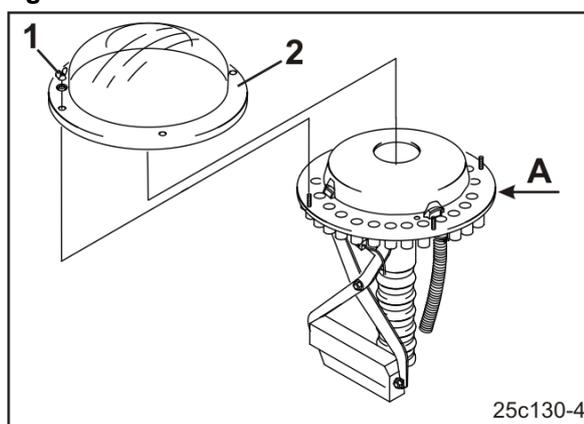

Fig. 216
1. Flügelmuttern (Fig. 216/1) lösen und die durchsichtige Kunststoffkappe (Fig. 216/2) vom Verteilerkopf abziehen.
3. Verunreinigungen zwischen der Grundplatte und der Steuerplatte (Fig. 216/A) mit Luftdruck reinigen.
4. Kunststoffkappe (Fig. 216/2) montieren und mit Flügelmuttern befestigen.